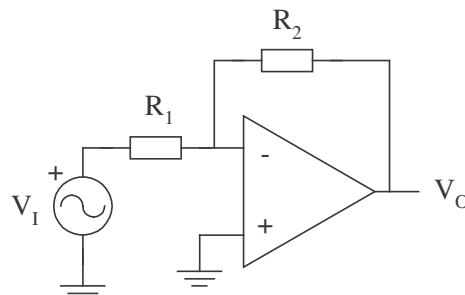

Figura 3. Amplificador inversor
2.1.- Per això muntarem en primer lloc un circuit amplificador inversor com el de la figura 3, i experimentarem l'efecte de l'offset a sobre de la sortida. Per això primer muntarem el circuit amb un guany de -100, i l'excitem amb una ona senoïdal de 100Hz de freqüència i amplitud tal que a la sortida tinguem un senyal d'aproximadament 400mV d'amplitud. Per això podeu emprar els botons d'atenuació que té el generador de funcions. Assegureu-vos que la tensió d'entrada no té offset. A continuació mesureu la sortida. Munteu el circuit de compensació de la figura 4 (b), i calibreu el potenciòmetre de manera que el senyal de sortida no tengui offset. Mesureu els valors de resistència del potenciòmetre.